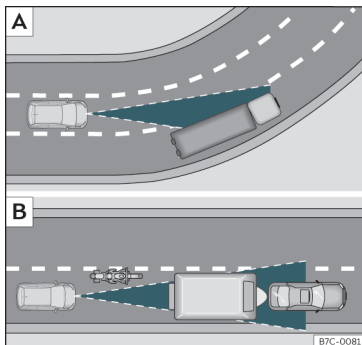

Fig. 173 [A] Veicolo in curva. [B] Motociclista che circola anteriormente fuori dal raggio d'azione del sensore radar.
L'ACC potrebbe non rilevare il veicolo che precede in una curva o potrebbe regolare la distanza con veicoli che si trovano su altre corsie » **fig. 173** [A].
- Veicoli che circolano disallineati o al di fuori del raggio di rilevamento del sensore, ad esempio motocicli. » **fig. 173** [B]